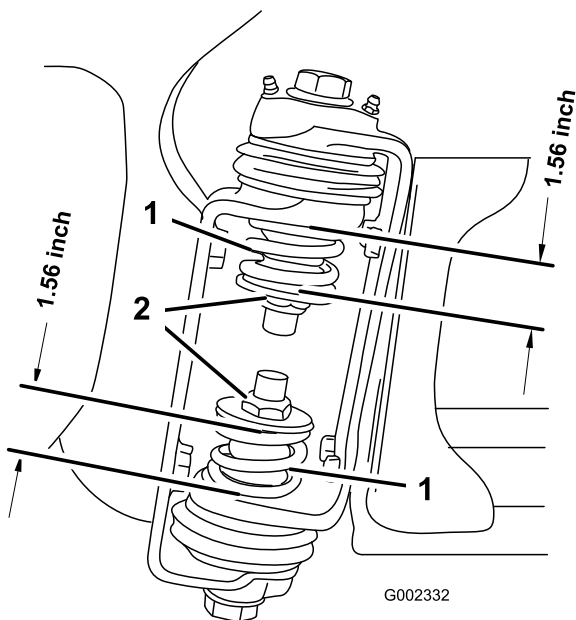

Bild 49
3. Messen Sie am Scharnier des Auslegers die Komprimierung der oberen und unteren Federn, wenn die Ausleger ausgefahren sind (Bild 49).